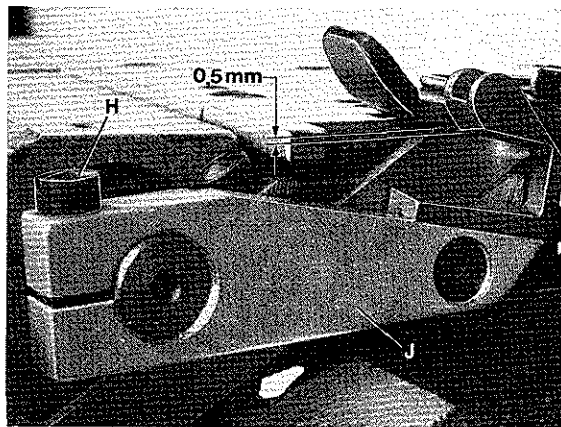

Fig.53
Loosen screw (H, Fig.53) and swing upper knife lever (J) up or down until the cutting edge of upper knife overlaps the cutting edge of lower knife by 0,5 mm (.020 in.) (see Fig.53). Retighten screw (H). Check by rotating pulley if the upper knife moves freely.
Lösen Sie die Schraube (H, Fig.53) und schwenken Sie den Obermesserträger (J) nach oben oder unten bis die Schneiden von Ober- und Untermesser etwa 0,5 mm überlappen (siehe Fig.53). Ziehen Sie die Schraube (H) wieder an. Prüfen Sie durch Drehen am Handrad ob das Obermesser freigeht.